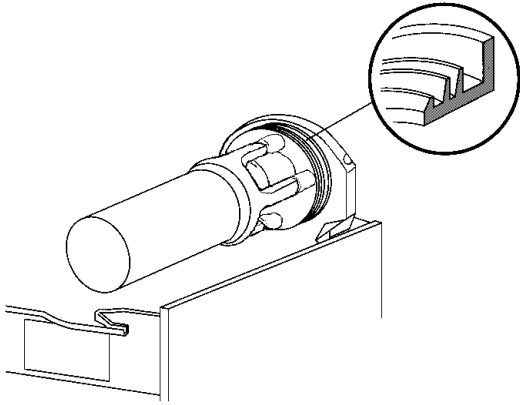

figura 12
- 2 - Lubricar el pistón grifo, el rascador interior (en los puntos A, B y C indicados en la figura 12) utilizando solamente la grasa suministrada por el fabricante u otro grasa para uso alimenticio.
en la pared posterior (ver figura 12).